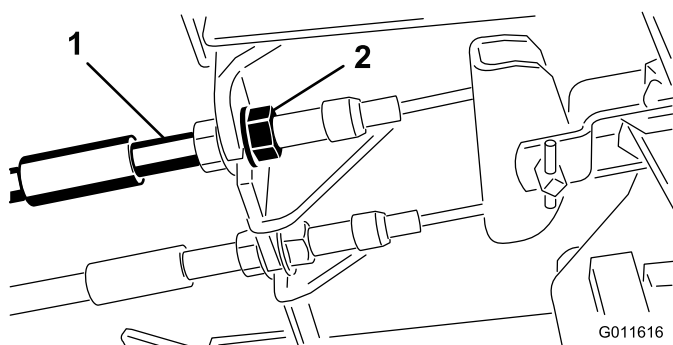

Figura 52
1. Para reduzir a folga dos pedais dos travões, aperte os travões desapertando a porca dianteira que se encontra na extremidade roscada do cabo dos travões (Figura 52).